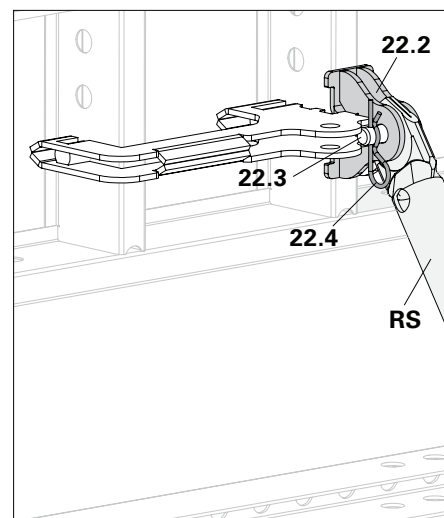
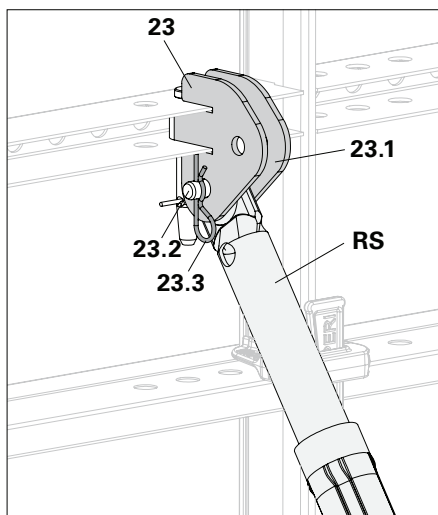

Fig. A6.03b
Fig. A6.04
- Collegare puntello (RS) e staffe (23.1) con perno (23.2) e inserto a molla (23.3). (Fig. A6.04)
- Montaggio verticale con attacco puntello LIWA-2 (22):
- Collegare puntello (RS) e staffe (22.2) con perno (22.3) e inserto a molla (22.4). (Fig. A6.03b)